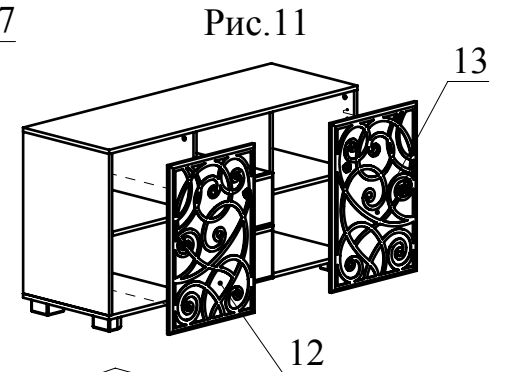

Рис.11
7. С помощью петель установите детали 12,13 на детали 2,3. С помощью винтов 4x20 прикрутите ручки (Рис.11).